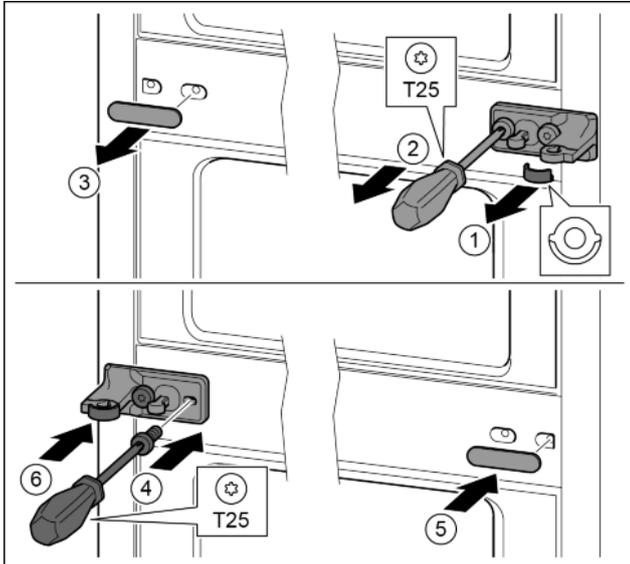

Fig. 30
- ▶ Scheibe abziehen. *Fig. 30 (1)*
- ▶ Schrauben mit Schraubendreher T25 herausdrehen. *Fig. 30 (2)*
- ▶ Abdeckung vorsichtig abziehen. *Fig. 30 (3)*
- ▶ Lagerbock mit Folie um 180° gedreht auf der anderen Seite fest anschrauben. *Fig. 30 (4)*
- ▶ Abdeckung um 180° gedreht auf der anderen Seite anbringen. *Fig. 30 (5)*
- ▶ Scheibe von vorn aufschieben. *Fig. 30 (6)*